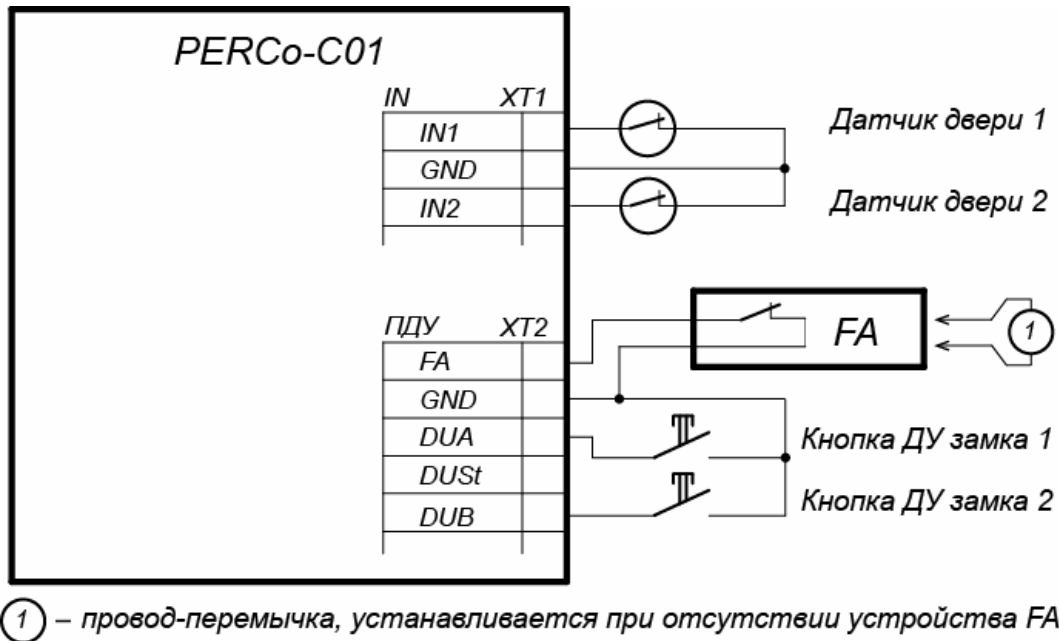

Рисунок 8. Схема подключений кнопок ДУ и датчиков двери
3. Кнопка ДУ «Выход» замка, при необходимости ее установки, подключается к клеммной колодке **ХТ2** нижней платы контроллера (см. рис. 8).
4. Датчик двери (геркон) подключается к клеммной колодке **XT1** нижней платы контроллера (см. рис. 8). Датчик двери с замком, управляемым выходом **OUT1**, подключается к входу **IN1**, выходом **OUT2** – к входу **IN2**. Датчик двери должен быть смонтирован таким образом, чтобы при закрытой двери обеспечивалось устойчивое его срабатывание.
5. Устройство аварийной разблокировки (аварийного открытия прохода) **Fire Alarm** подключается к клеммной колодке **XT2** нижней платы контроллера (при этом необходимо удалить заводскую перемычку проводом), см. рис. 8 и разд. 8.9.